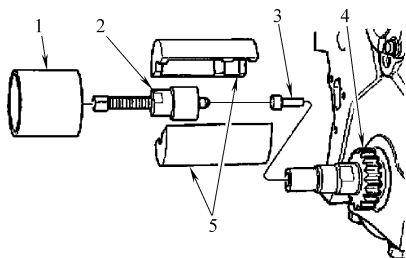

图 19-8 用专用工具固定曲轴再拆卸曲轴链轮
- 2) 使用专用工具固定住曲轴，然后拆下曲轴链轮，如图 19-8 所示。